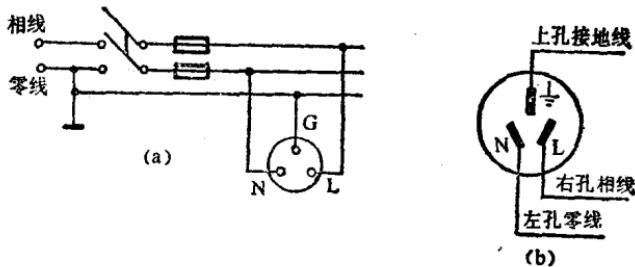

图 1-3 单相三孔插座的连接方法
(2) 单相三孔式插座：面对插座，上孔接地线（G），右孔接相线（L），左孔接零线（N），如图 1-3 (a) 所示，扁孔插座见 (b) 图。